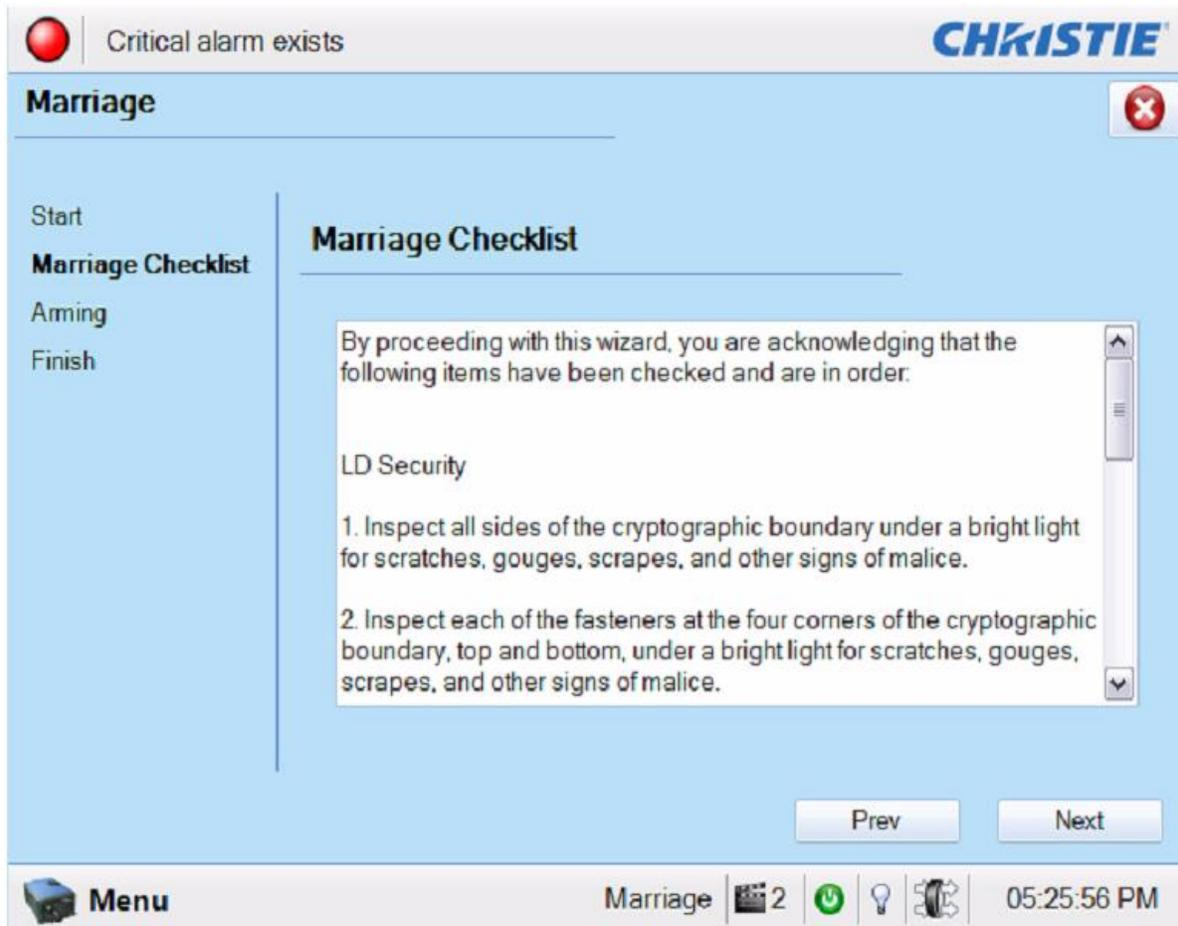

Figura 25: Janela Marriage
- Na janela Marriage Checklist, o sistema verifica se todas as chaves contra alterações estão seguras e lista os itens que devem ser verificados para garantir que o projetor esteja seguro antes de prosseguir. Clique no botão Next para prosseguir para a janela Arming (Figura 25).